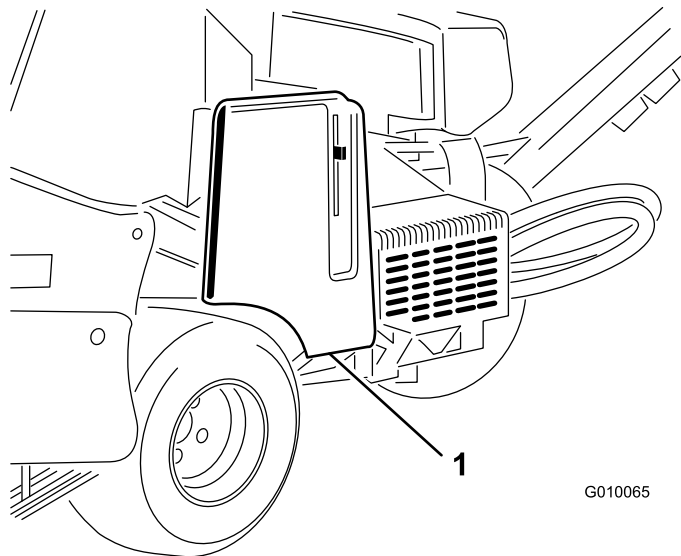

図 55
1. ベルトカバーのラッチを外し、カバーを取り外す（図 55）。
1. ベルトカバーのラッチを外し、カバーを取り外す (図 55)。